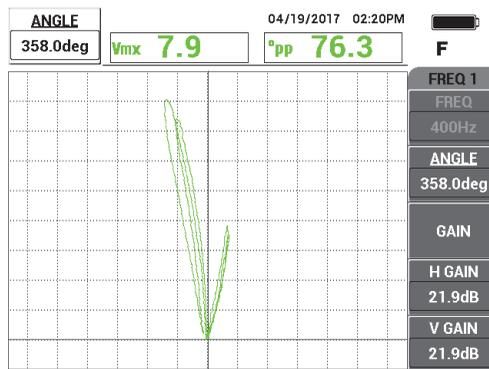

Figura 5-215 Regolare il guadagno e l'angolo
7. Regolare il parametro **ANGOLO** in base alle necessità (vedere Figura 5-215 a pagina 295).